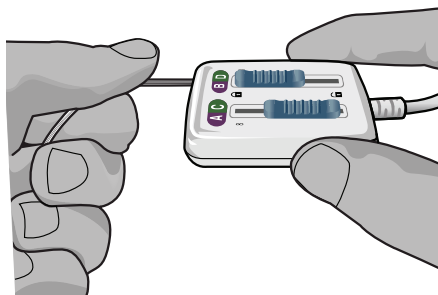

Рис. 6. Присоединение отведения для ГСМ к разъему кабеля для операционной 2 x 8
6. Проталкивайте конец отведения для ГСМ в порт до остановки. Удерживайте отведение для ГСМ на месте, защелкивая фиксирующий рычаг в положение фиксации () (рис. 6).